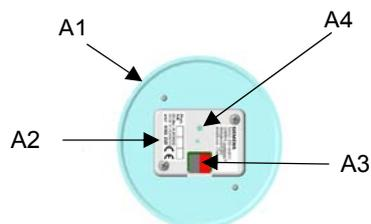

Bild 1: Lage der Anzeige- und Bedienelemente
- 1 Lern Taste (siehe Bild 1):